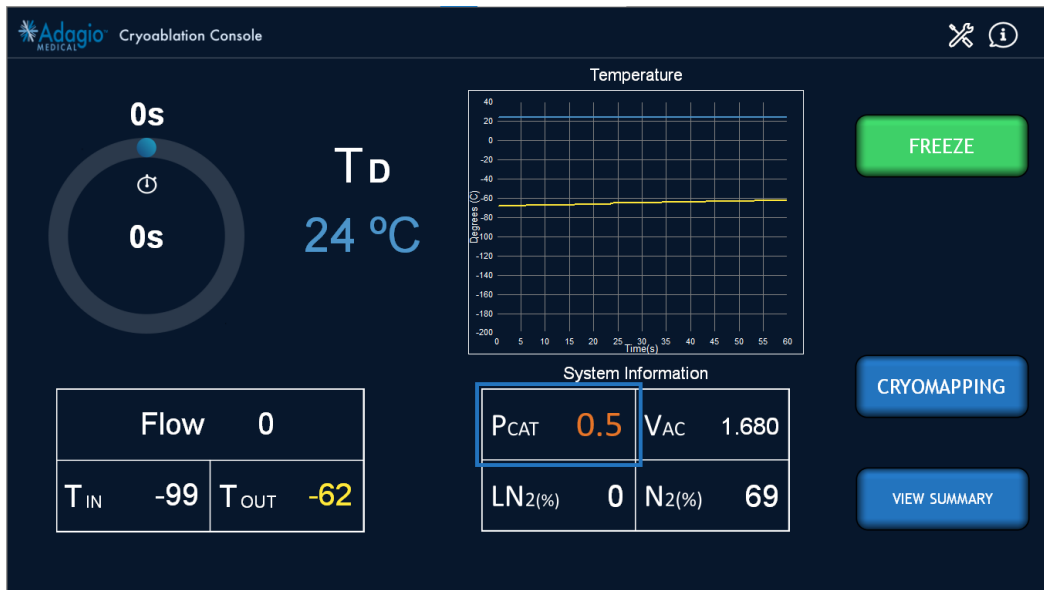
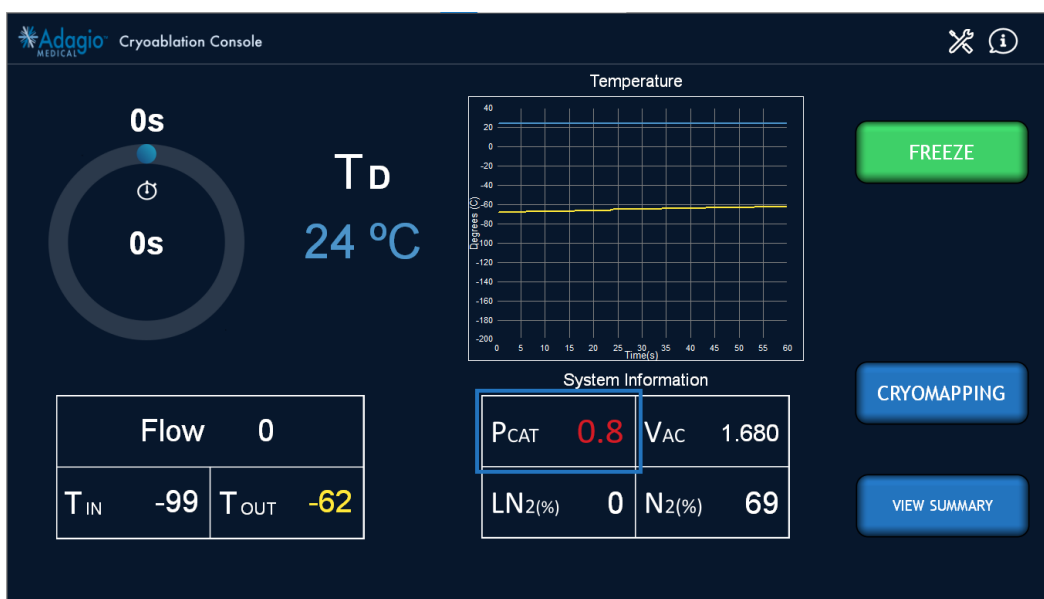

Figure 51 – Valeur de P_{CAT} en orange sur l'écran de congélation (remarque : une P_{CAT} à 0,5 psi est supérieure à la limite d'alerte de 0,4 psi)
Figure 52 – Valeur de P_{CAT} en rouge sur l'écran de congélation (remarque : une P_{CAT} à 0,8 psi est supérieure à la limite d'alerte de 0,7 psi)
6. La pression du cathéter (P_{CAT}) sera aussi surveillée par le logiciel de la console. Si P_{CAT} atteint 0,4 psi, la valeur de P_{CAT} s'affiche en orange (Figure 51) ; l'utilisateur doit alors surveiller de près P_{CAT} . Si P_{CAT} atteint 0,7 psi, la valeur de P_{CAT} s'affiche en rouge (Figure 52) ; l'utilisateur doit alors remplacer le cathéter. Si P_{CAT} atteint 1,0 psi, la console éjecte le cathéter de son connecteur. Le bouchon doit être mis en place pour pouvoir continuer. Effectuer une inspection visuelle et un test de fonctionnement intégral sur le cathéter, conformément au mode d'emploi du cathéter.